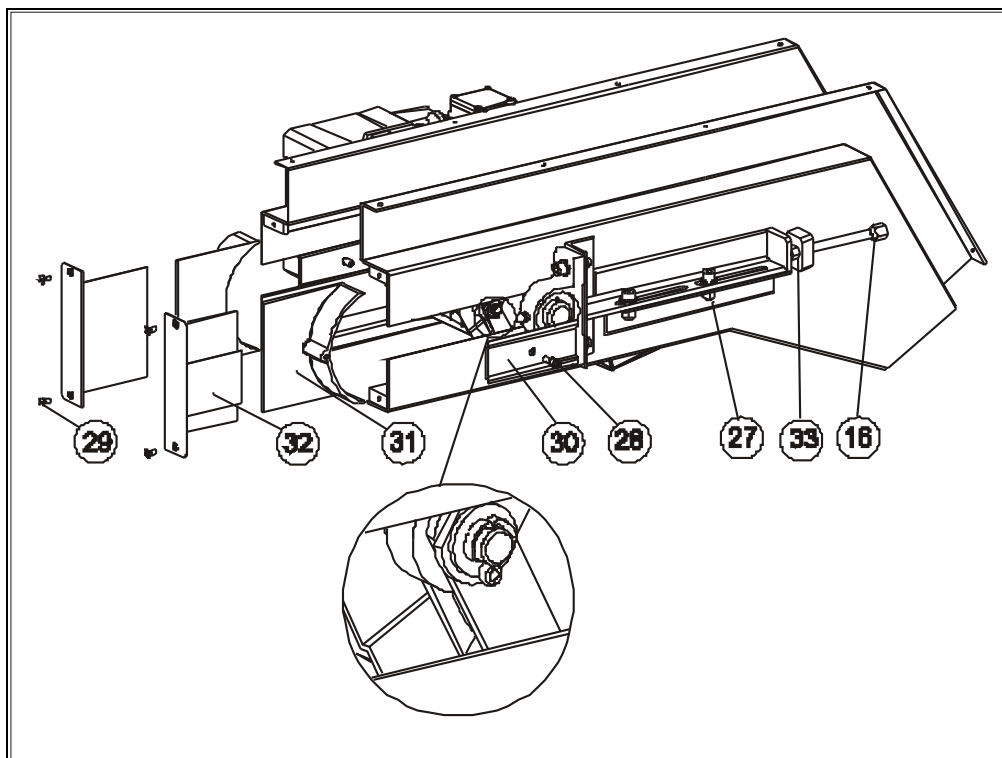
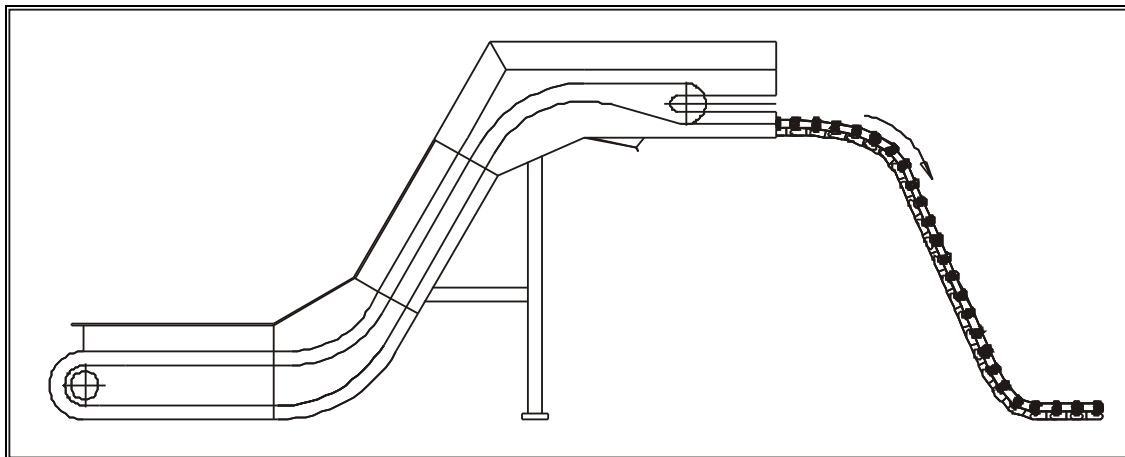

рис.13
рис.14
- Включите конвейер и проворачивайте транспортную ленту до тех пор, пока в натяжных пазах не появится соединительное звено (рис.13). Конвейер остановите.
- Открутите контргайки (33) и болты (27) и спомощью болтов (16) ослабьте натяжение транспортной ленты,
- Включите реверсный ход конвейера и по нижних направляющих трассах выдвигайте транспортную ленту из шкафа конвейера (рис.14)
- а) Включите конвейер и конвейерную ленту прокручивайте до тех пор, пока в натяжном пазу не появится соединительное звено (рис.13).
- г) Открутите винты (27) держащие натяжной механизм.
- д) Открутите контргайки (33).
- е) Натяжными болтами (16) снизьте натяжение ленты.
- л) Выкрутите болты (39) и бусы (14) снимите из натяжного механизма.